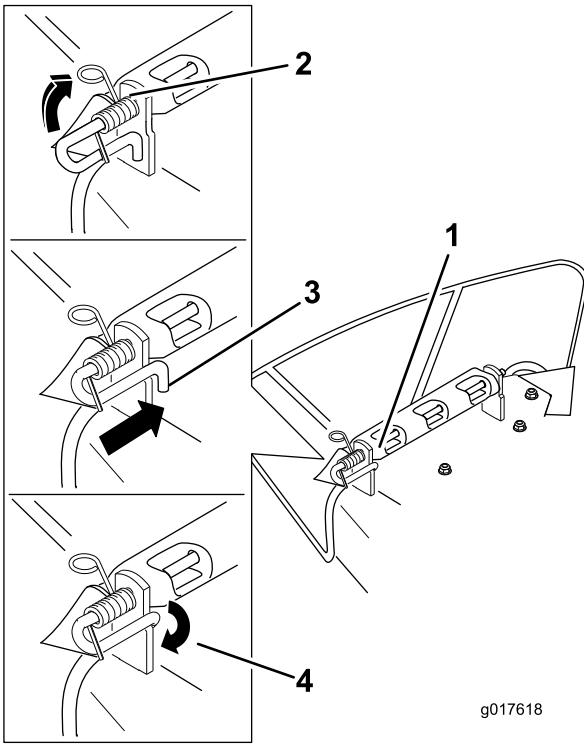

Figure 58
4. Soulevez le côté avec la boucle du ressort et placez-le dans le cran du support de déflecteur (Figure 58).